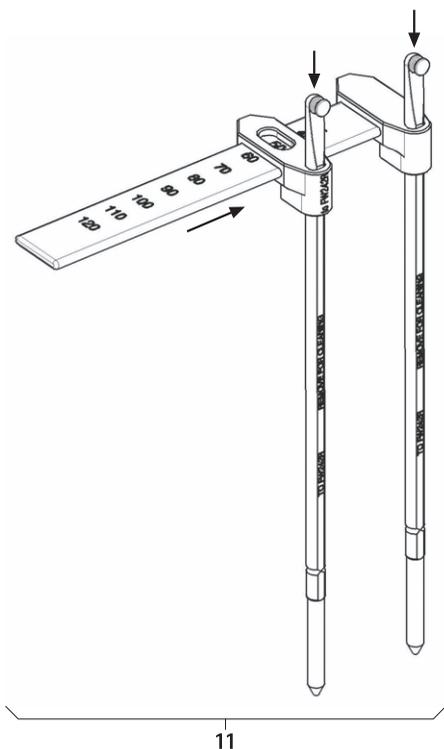

Fig. 16
- Montar el medidor de longitud de varilla 11, ver Fig. 16.